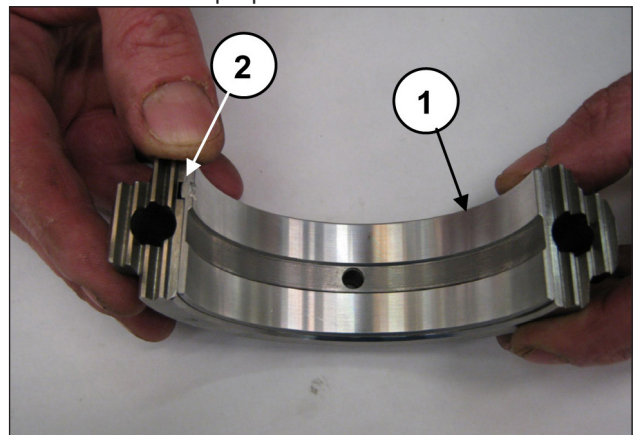

Fig. 67
Assembler les demi-coussinets inférieurs aux chapeaux (rep. ①, Fig. 67) en s'assurant que la languette de repère des demi-coussinets se trouve dans son logement sur le chapeau (rep. ②, Fig. 67).